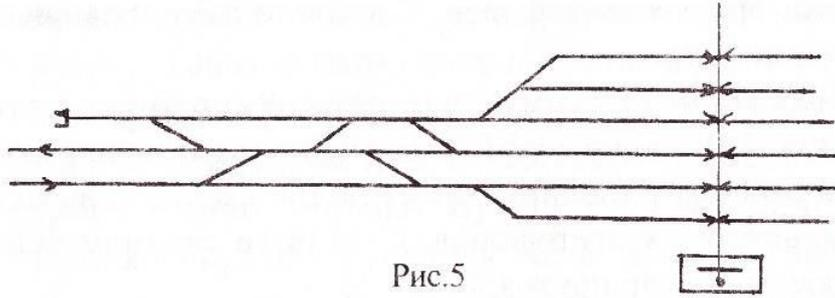

Рис.5
5. На схематическом плане нечетной горловины станции (рис.5) пронумеруйте пути и стрелки, произведите расстановку изолирующих стыков, входных, выходных и маневровых светофоров. Составьте таблицу вариантных поездных маршрутов.